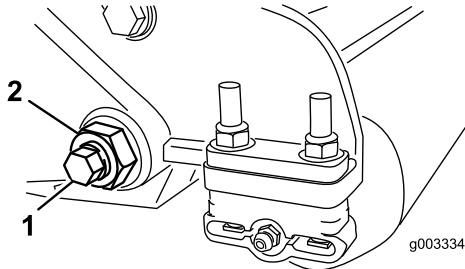
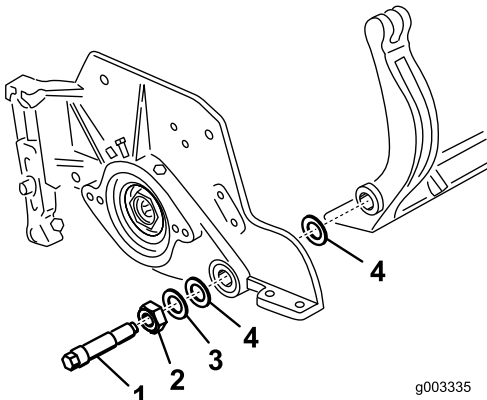

图29
图30
- 在机器的两侧，松开固定底刀架螺栓（图29）的锁紧螺母。
- 拆下两个底刀架螺栓、向下拉动底刀架并从机器螺栓（图29）上拆下来。取下底刀架（图30）各端的 2 个尼龙和 1 个印花钢垫圈。
- 用底刀架螺栓（螺栓上带有螺母）和 6 个垫圈将底刀架固定在每个侧板上。将尼龙垫圈放在侧板凸起的一侧。将钢垫圈放在尼龙垫圈的外侧（图30）。上紧底刀架螺栓扭矩至 $27 \sim 36 \text{ N} \cdot \text{m}$ 。
螺母、直至外部钢垫圈停止旋转且两侧不再松动、但不要拧得过紧或导致侧板变形。内侧的垫圈可能有空隙 (图30)。